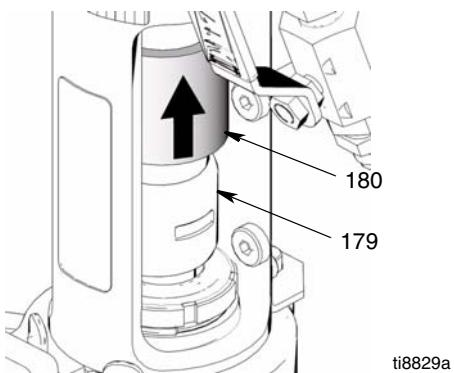

Рис. 8
4. (Рис. 8) Сдвиньте крышку соединителя (180) вверх для полного раскрытия штоковых соединителей (179).